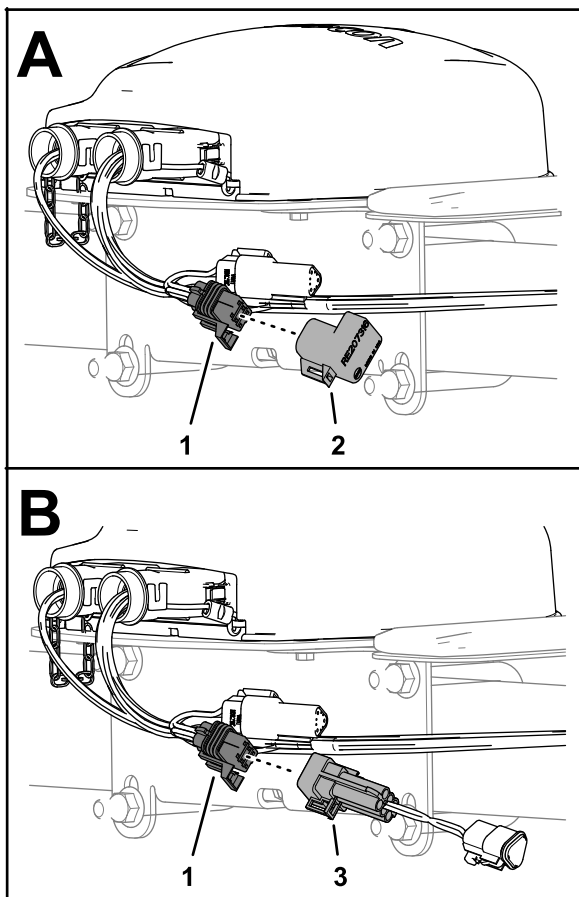

Figura 43
1. En el receptor de satélite, retire la terminación del Bus ISO del conector hembra de 6 vías del arnés GeoLink (Figura 43).
2. Enchufe el conector de 6 pines del arnés adaptador – 13 cm (5") – en el conector hembra de 6 vías del arnés GeoLink (Figura 43).